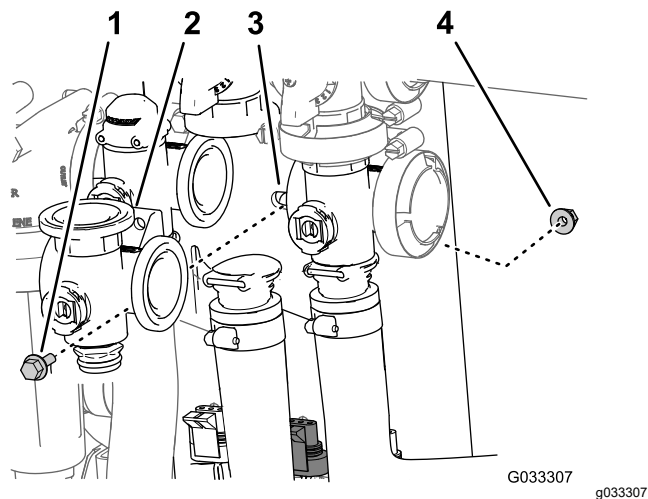

Figure 70
3. Retirez le boulon à embase et le contre-écrou à embase qui fixent la vanne d'agitation au support, puis déposez le collecteur de la machine (Figure 70).